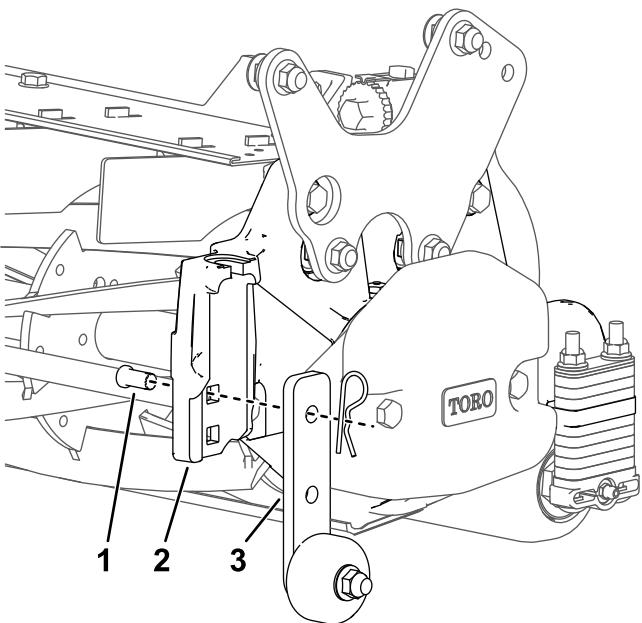

Figura 18
- Abbassate le staffe delle rotelle da officina prima di abbassare l'apparato di taglio sul pavimento dell'officina o di rimuoverlo dal trattorino (Figura 18).